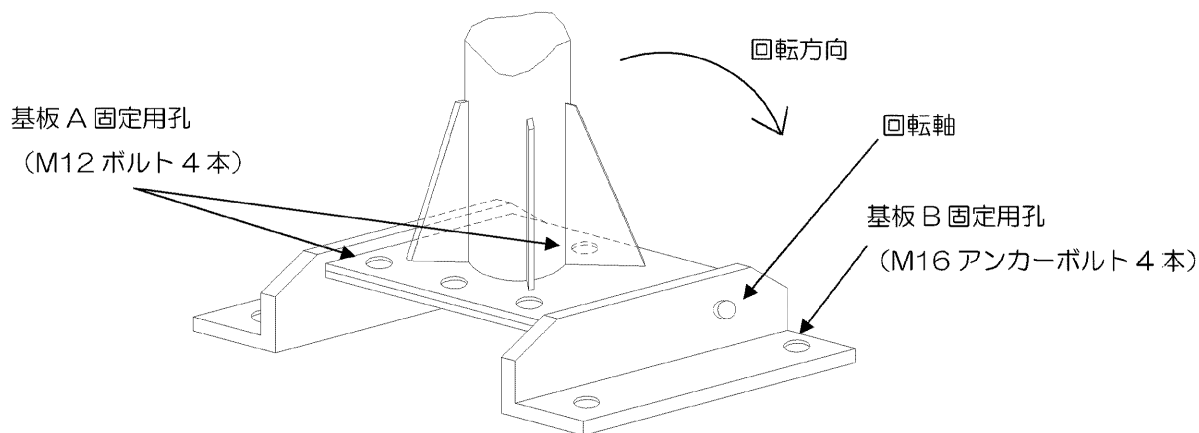

図 2 風向灯基板部
- 図 2 に示す本体下部の基板 B の 4 箇所の孔 ($\phi 18$: M16 ボルト 4 本用) をアンカーボルトに合わせて固定してください。ポールは基板のヒンジ方向に倒れますので、ポールが倒れる方向に吹き流しやランプ交換作業を行うスペースが確保できるように、設置してください。
- 基板 A の固定ボルト (M12 ボルト 4 本) を外してポールの中にある支持棒を確実に引き出し、図 2 の回転軸を中心に矢印方向にポールをゆっくり倒してください。詳細は 3-2 [ポールの倒しかた] をご参照ください。
1. 基板 A を基板 B に固定しているボルト (M12 ボルト 4 本) を外して倒してください。(図 2 参照)